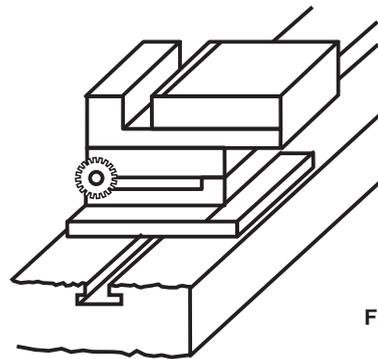

Fig. 2
- b) Monte la prensa al centro de la mesa y alineada a la mesa. (Fig. 2)
- a) Rectifique la cara b y d con avance manual del carro longitudinal. (Fig. 2)